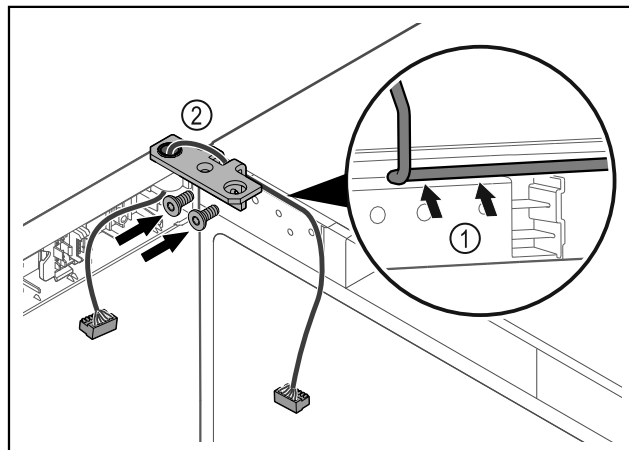

Fig. 63
- Kaloni kabllon përmes së prerës në profilin e menteshës dhe shtrijeni me kujdes Fig. 63 (1).
- Mbërtheni vidat e profilit të menteshës Fig. 63 (2).